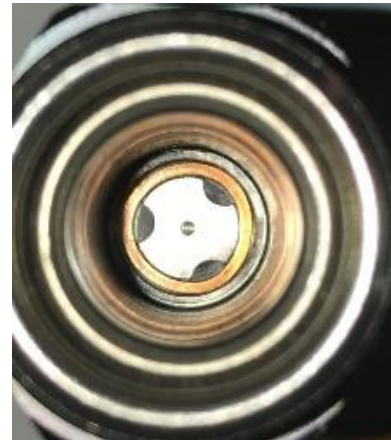

Figura 7-15: Interior de la base del solenoide
10. Verifique la presencia del anillo de cobre en la parte inferior de la base del solenoide y verifique su integridad. **Vea la figura 7-15.**